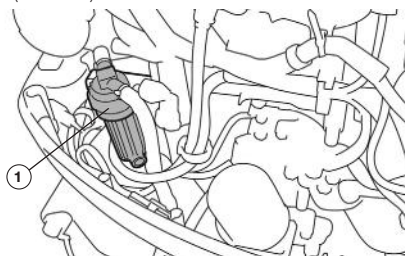

Рис. 55 Расположение топливного фильтра F115FEX-T-EFI
3. Открутите гайку крепления и отсоедините топливную гайку фильтр от кронштейна (Рис. 55).